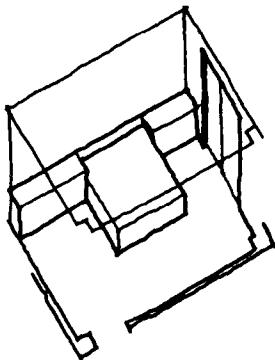

图 1-11 再按前景、后景的顺序，逐步加重线条，必要时可以淡线表示，或略去不画，以免混淆
⑤然后再循前景、后景的顺序逐步加重线条,被前景挡住的部分当可省略,若前景不重要时,则以轻线表现,而把后景完整地画出即可,如图 1-11。